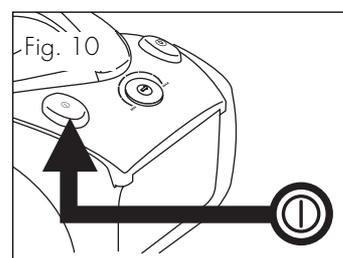

Fig. 10
Modelos con interruptor ON/OFF de pedal (L) y regulador de potencia en el aparato (M) (fig. 10).